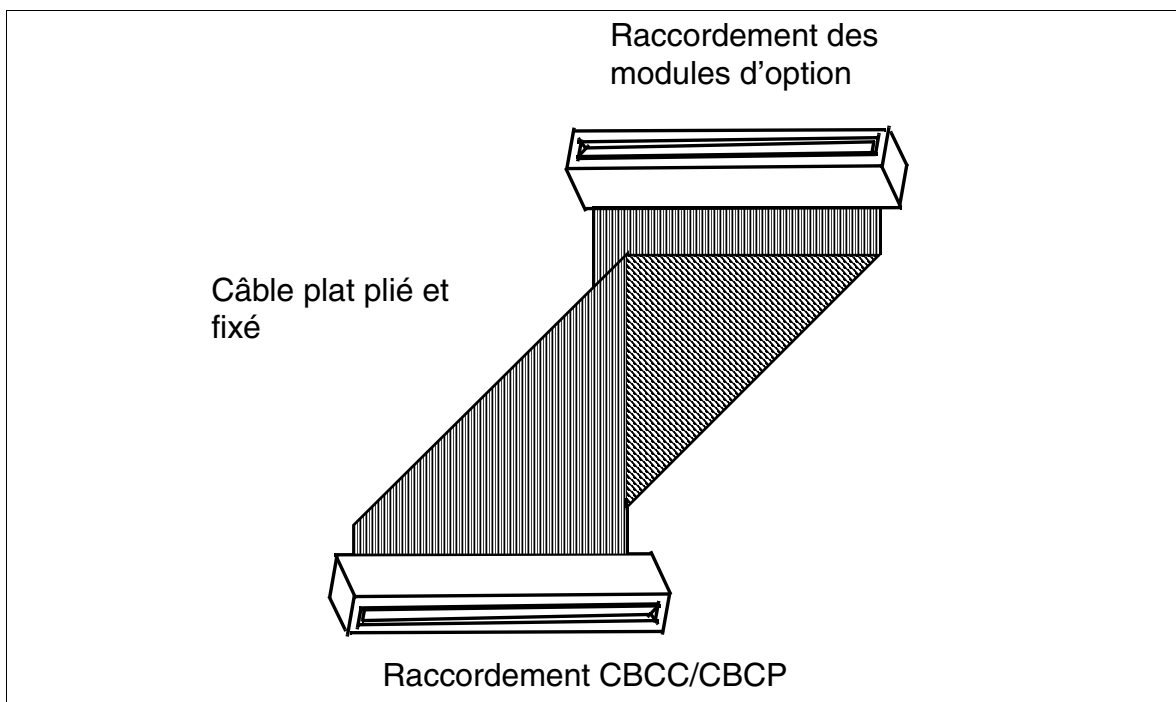

Figure 3-148 OPAL (C39195-A7001-B130)
- OPAL (**O**ptions**a**dapter**k**abel **L**ang) C39195-A7001-B130 (figure 3-148) - pour le montage dans HiPath 3550 et HiPath 3350 (boîtier mural).